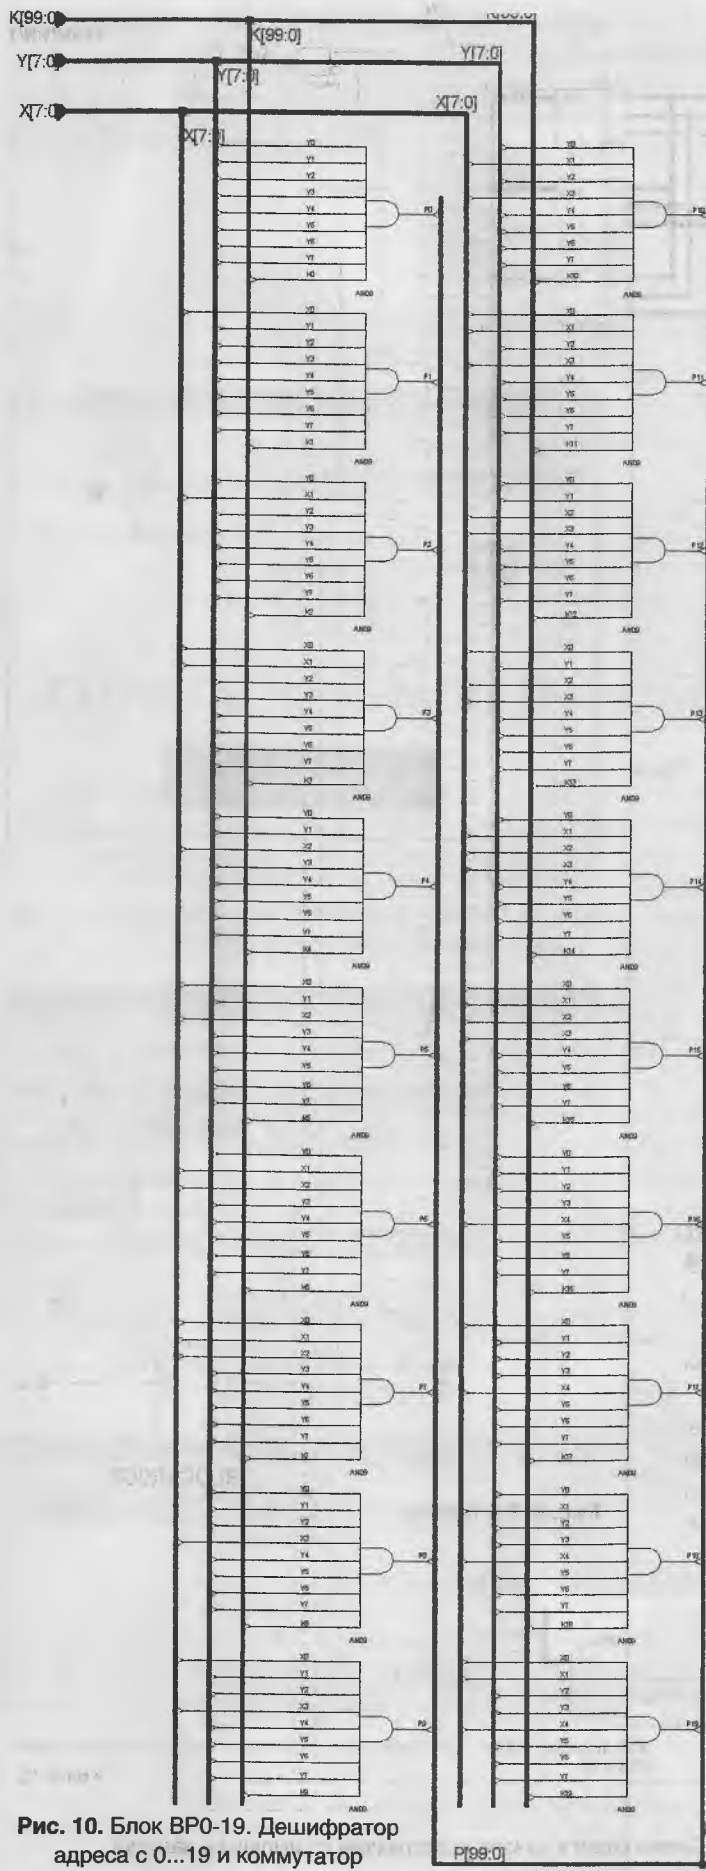

Рис. 10. Блок BR0-19. Дешифратор адреса с 0...19 и коммутатор
3. Формирователь кодограммы с нулевого по 19-й разряд "BP0-19", 0...39 "BP20-39", , 40...59 "BP40-59" (см. рис. 10...12).